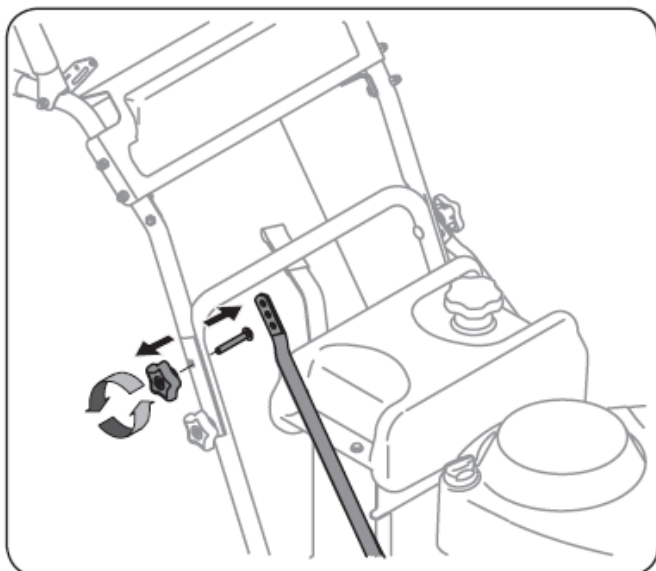

Figure 6-7
1. Retirez la poignée étoile et la vis de carrosserie sur le côté droit de la poignée et sur le côté gauche de la poignée. Consultez la Fig. 6-7.